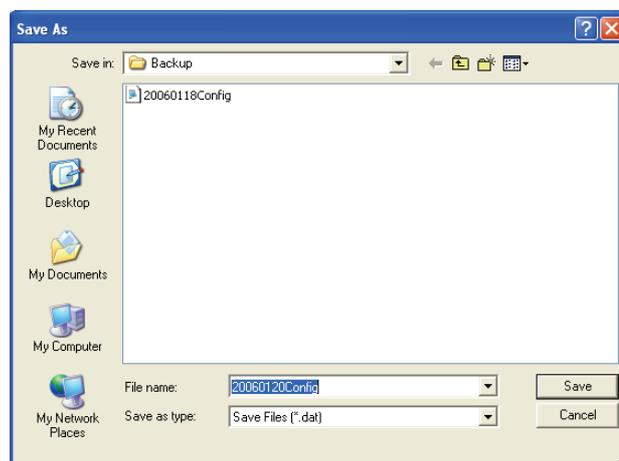

figura 8.19: Finestra “Save schedule as”
- Facendo clic su Yes, compare una finestra standard Save As (vedere la figura 8.19). Selezionare la cartella in cui si desidera salvare il file di configurazione e fare clic su Save.